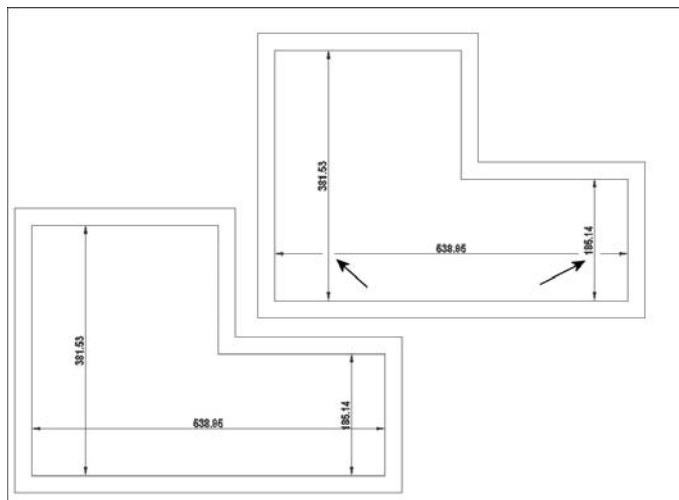

Fig.9.26
- 3 Entrer a (Auto) et appuyer sur Entrée. La ligne de cote sélectionnée est interrompue aux endroits où elle rencontre d'autres cotes (fig.9.26).